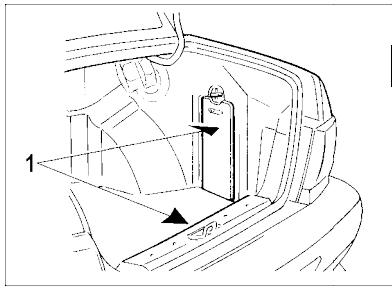
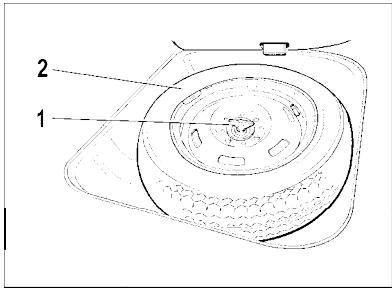

Рис. 40. Места укладки инструмента
Рис. 41. Расположение запасного колеса
- снимите защитные кожухи 1 (рис. 40) и достаньте насос, домкрат, коробку с инструментом, а затем запасное колесо. Запасное колесо 2 (рис. 41) располагается в нише багажного отделения. Чтобы достать его, откиньте коврик, крышку и отверните винт 1.